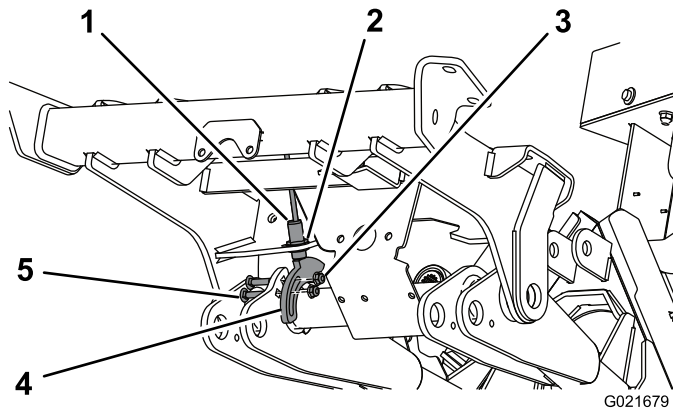

Figura 14
- Utilizzando il foro nella parte inferiore del telaio frontale, montate senza serrare l'interruttore di prossimità con le rondelle e i controdadi (Figura 14).
- Montate senza serrare la piastra del sensore al braccio di sollevamento sinistro con (2) viti a testa tonda da 5/16 x 1-1/4 poll. e dadi flangiati. Non serrate i controdadi a questo punto. Posizionate la piastra del sensore come illustrato in Figura 14. Accertatevi che l'interruttore non entri in contatto con la piastra del sensore.